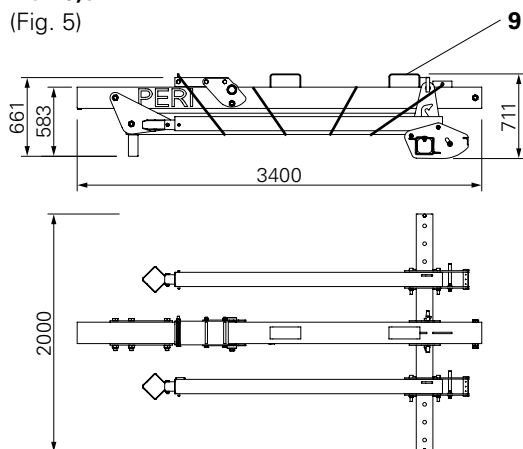

Fig. 5
- Passare i ganci a 2 funi attraverso le tasche del carrello elevatore (9) e agganciare l'imbracatura della gru (Fig. 5 + 9) oppure
- Infilare le forche di sollevamento tavoli nelle tasche del carrello elevatore o prelevare con le forche dell'elevatore. (Fig. 5 - 9)
(Fig. 5)